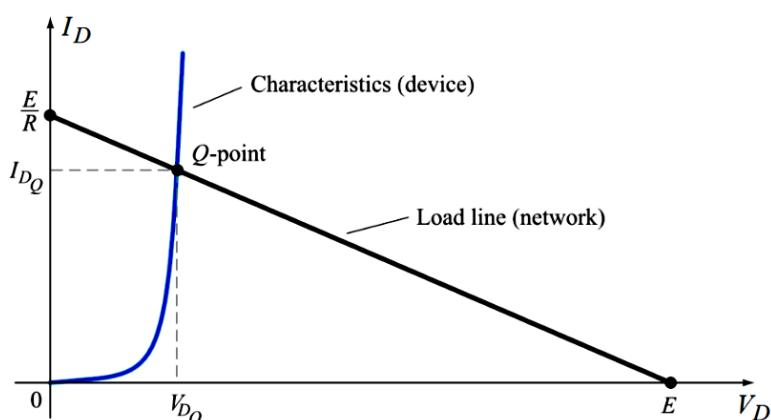

Figura 1.59 – Reta de carga do diodo (Boylestad e Nashelsky, 2004).
**Questão 2:** os valores de  $E$  (fonte DC) e de  $R$  (carga) influem na inclinação da reta traçada pelos pontos extremos de  $I_D$  e  $V_D$ ? Veja a Figura 1.59.